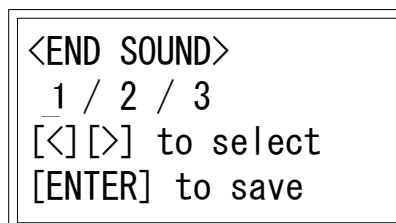

Abbildung 3-M: Bildschirm für die Einstellung des Endtons
- Der Bildschirm für die Einstellung des Tons erscheint (Abbildung 3-M).